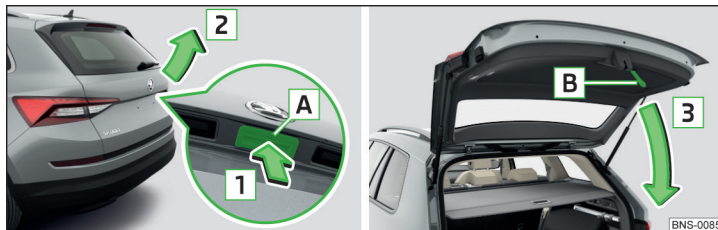

Abb. 44 Gepäckraumklappe öffnen/schließen
- Zum **Öffnen** die Taste **A** in Pfeilrichtung **1** drücken » Abb. 44.
Die Taste **A** » Abb. 44 wird beim Anfahren bzw. ab einer Geschwindigkeit von mehr als 5 km/h deaktiviert. Nach dem Anhalten und Öffnen einer Tür wird die Taste wieder aktiviert.
- Die Taste **A** » Abb. 44 auf Seite 61 wird beim Anfahren bzw. ab einer Geschwindigkeit von mehr als 5 km/h deaktiviert. Nach dem Anhalten und Öffnen einer Tür wird die Taste wieder aktiviert.